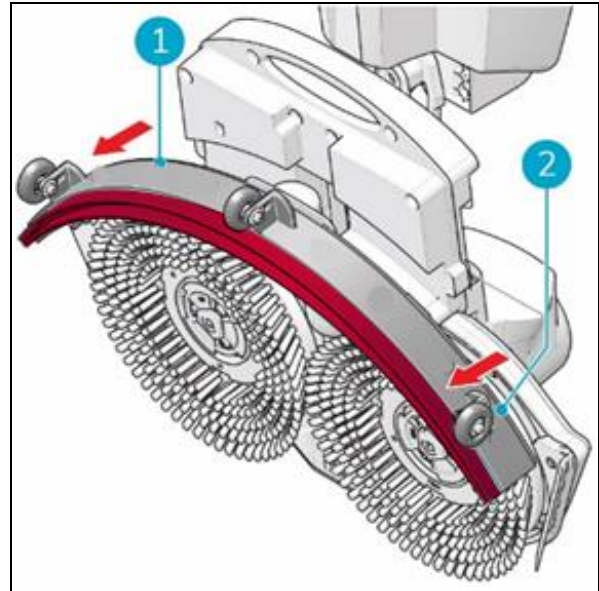

Figure 35
3. Tirez sur le côté gauche de la raclette (Figure 35, pos. 1) pour la retirer.